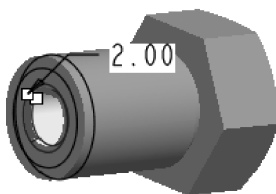

图 4-168 为边 2 倒角
(17) 在图形区选取边2，在图形区双击尺寸数字，将倒角大小修改为“2”，如图4-168所示。